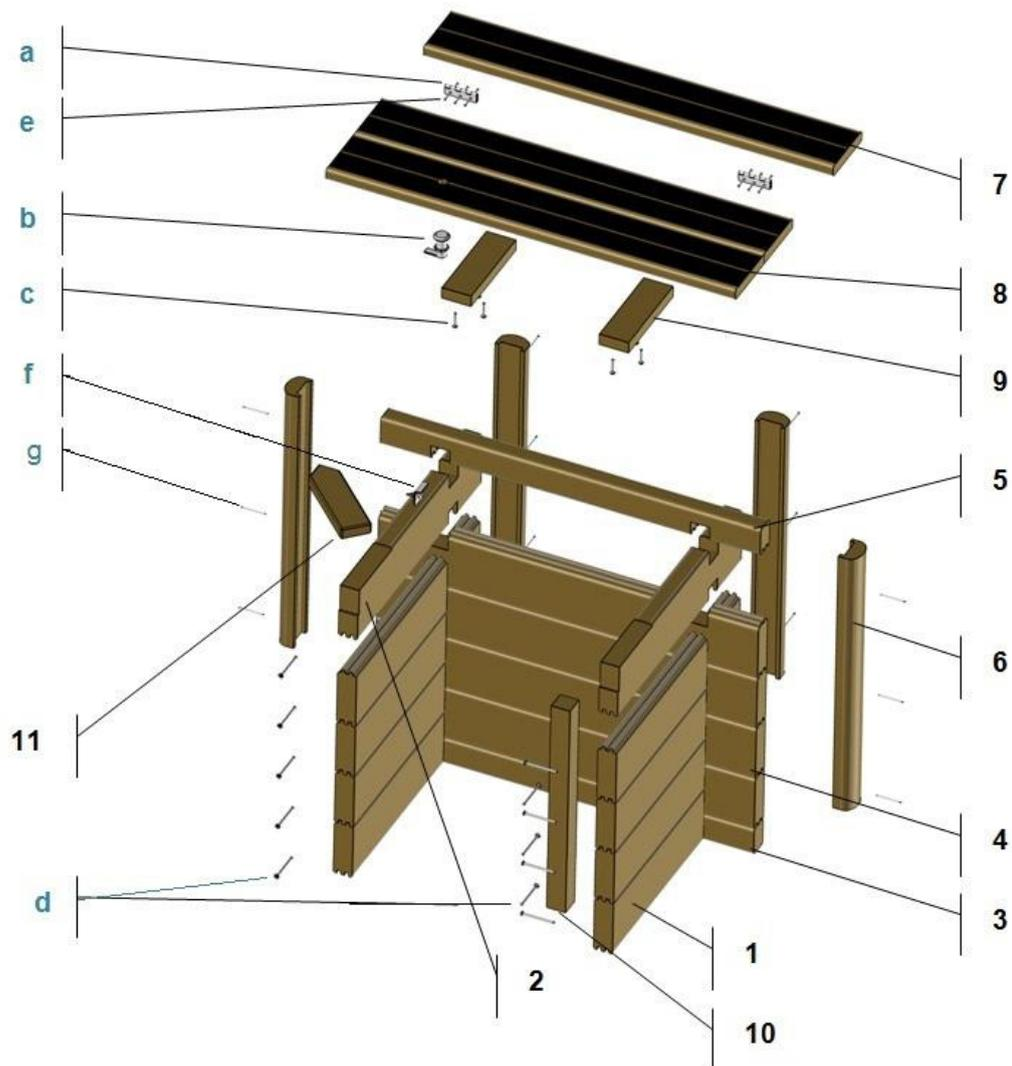

Abb. 58 – Zeichnung des Kastenaufbaus
Zum Schluss befestigen Sie die Leiste 45 x 45 mm (Teil Nr.10 der Abb. 58) mithilfe von 4 Senkkopfschrauben 5 x 80 Gewindetorx auf 50 mm (d). Diese Leiste muss bündig sein mit dem Ende der Holzlamellen des Kastens.
Nach dem Einsatz der Latten Ihres Kastens würde ein dreieckiger leerer Raum entstehen. Um diese Unannehmlichkeiten zu vermeiden, sollte dieses Teil durch das mit dem Kasten gelieferte Teil (Teil Nr. 11 in Abb. 58) ersetzt werden, das ein spitzes Ende hat.
- durch Befestigung der Leiste (Teil Nr. 10 auf der Abb. 58) an den Holzlamellen des Beckens, mithilfe von **3 Senkkopfschrauben 5 × 80 Torxgewinde auf 50 mm (d)**;
Mithilfe von **3 Senkkopfschrauben 4 × 35 pro Scharnier (e)** schrauben sie die beiden Scharniere auf den Rand einer Latte des Holzrostes mit einer Länge von 97,5 cm (Teil Nr. 7 auf Abb. 58) an den Seiten, angegeben auf der Abb. 65.
Das Klappenverriegelungssystem besteht aus einem Schlüsselverriegelungszylinder, einem Verriegelungsnocken, der am Ende des Verriegelungszylinders befestigt wird, und einem Verriegelungsbeschlag, der an der Lamelle der Verriegelung des Kastens befestigt wird. (Teil Nr 2 auf der Abb. 58).